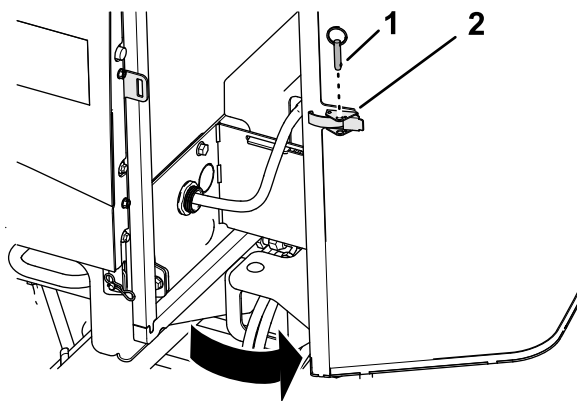

Figure 62
1. Retirez la goupille sphérique du verrou de la protection (Figure 62).